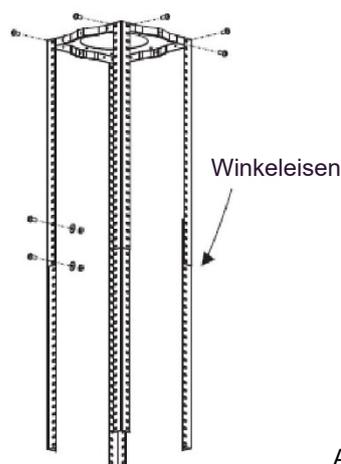
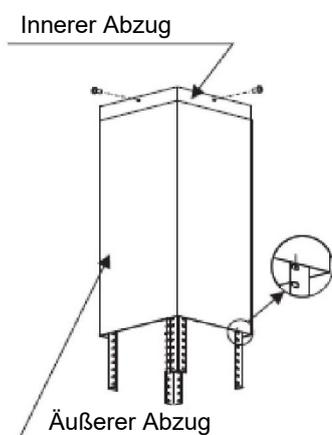

Abb. 3
Abb. 4
5. 4 Stück ST4*8 mm große flache Schrauben werden verwendet, um den inneren Abzug mit dem Aufhängeblech zu verbinden (siehe Abb.3), dann wird der äußere Abzug aufgesetzt und an einer Aufhängung befestigt, sodass Platz für die weitere Montage ist, siehe Bild 4.